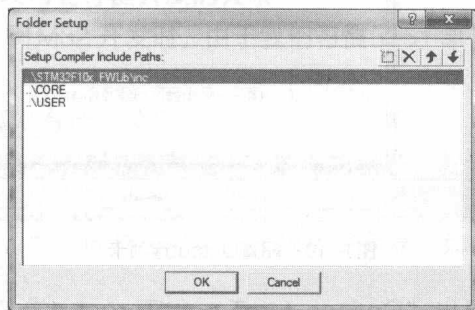

图 1-17 添加所要编译文件的路径
(2) 单击 Include Paths 最右边的方块按钮，弹出添加路径的 Folder Setup 对话框，然后把 STM32F10x_FWLib\inc、CORE 和 USER 子目录都添加进去。此操作是为了设定编译器的头文件包含路径，在以后的任务中会经常用到，如图 1-17 所示。